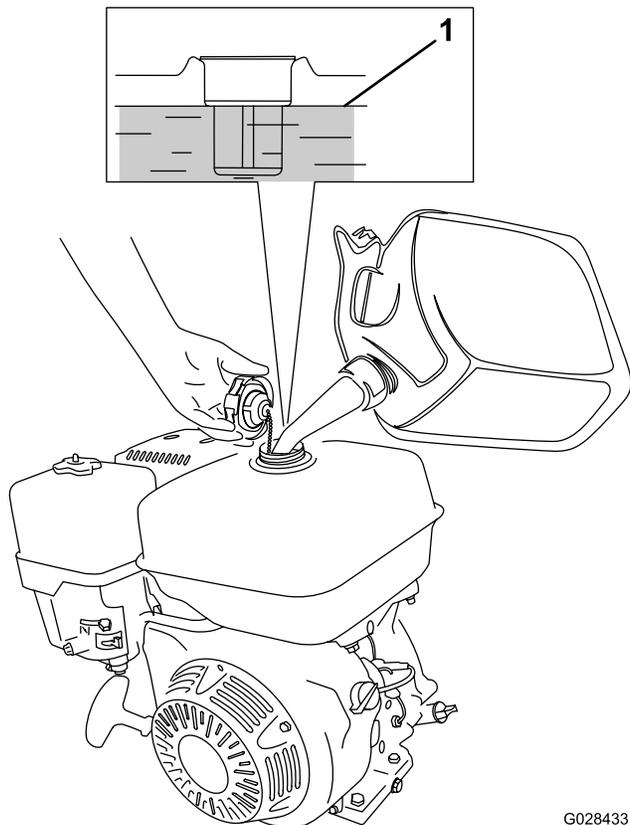

Figura 23
1. Pulite intorno al tappo del serbatoio carburante e togliete il tappo dal serbatoio (Figura 23). Quando si utilizza benzina senza piombo (minimo 87 ottani), riempite il serbatoio del carburante a circa 25 mm dal bordo del serbatoio per consentire l'espansione del carburante.